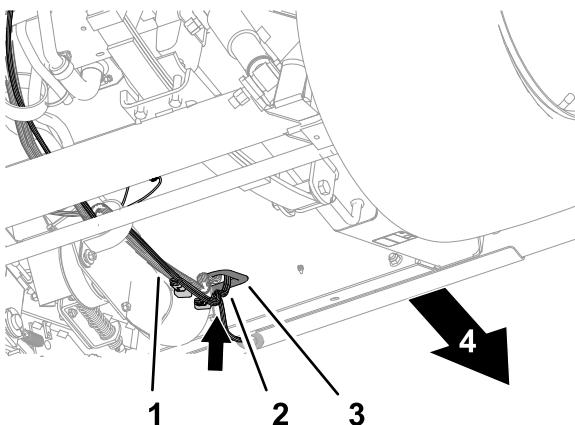

Figura 18
1. Passe o ramal de 108 cm da cablagem para cima ao longo da cablagem frontal da máquina e através do olhal na placa do piso (Figura 18).